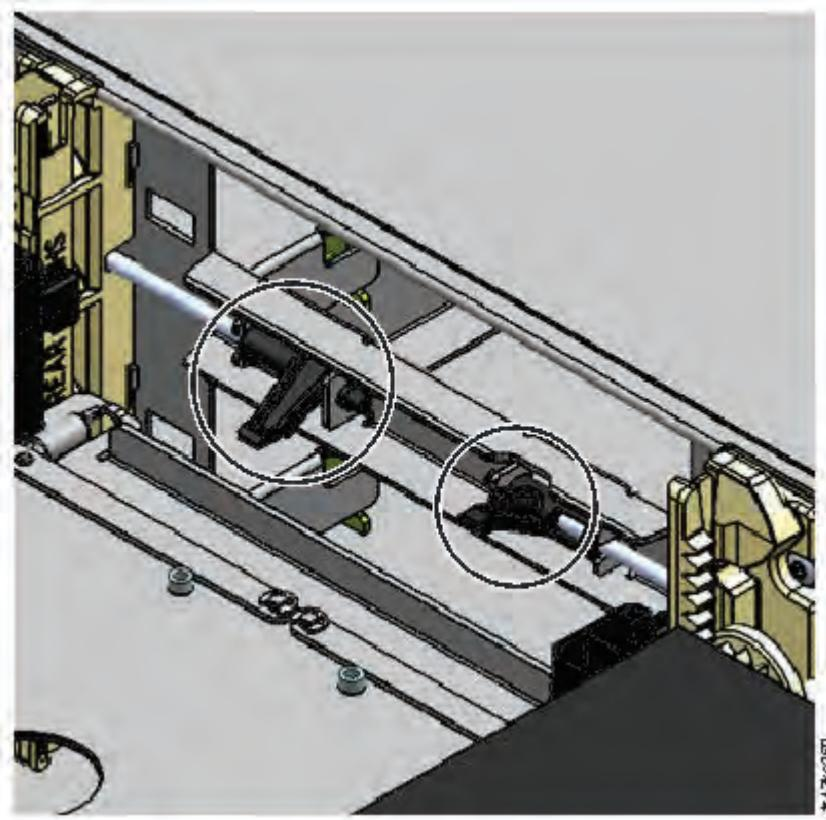

Figura 80. Leve di rilascio del caricatore
1. Rimuovere i caricatori sinistro e destro utilizzando le leve di rilascio del caricatore (cerchiare in Figura 80 a pagina 177). Spingere verso l'alto sulla leva, quindi estrarre il caricatore.